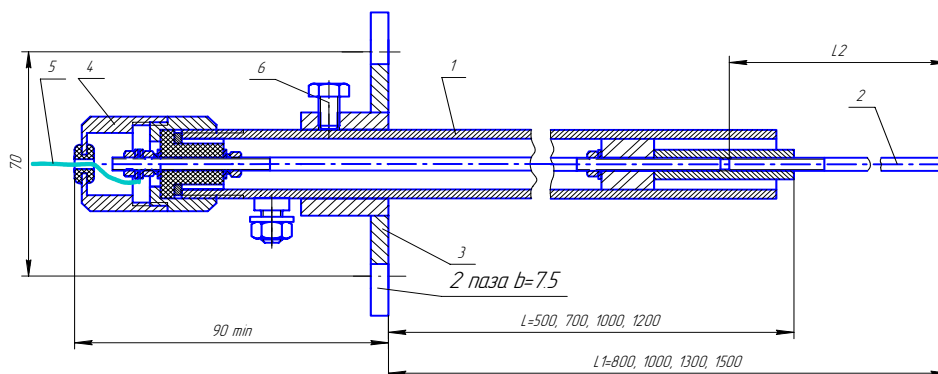

Рис.1. Электрод контрольный
- 4.1. После распаковки и проверки внешнего вида на отсутствие внешних дефектов и поломок вернуть во втулку электрод жаропрочный 2 (рис.1).